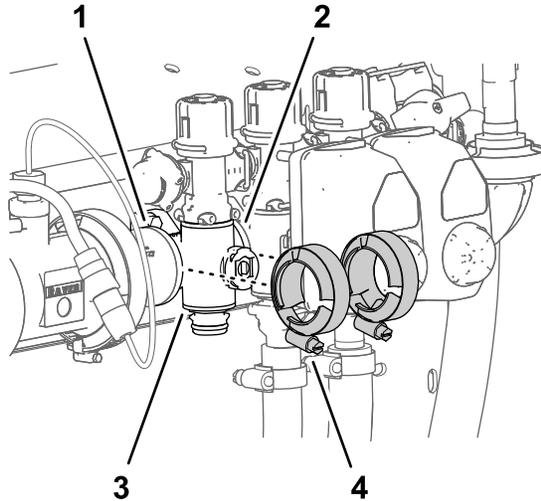

Bild 119
4. Befestigen Sie die Flanschklammern, die Sie in Montieren des Abschnittverteilterventils \(Seite 87\) entfernt haben, lose an den Flanschen des Abschnittventilverteilers und an den Flanschen der anderen Abschnittventile und/oder am Kupplungsadapter (Bild 119).
7. Ziehen Sie die zwei Flanschklammern mit der Hand an (Bild 119).